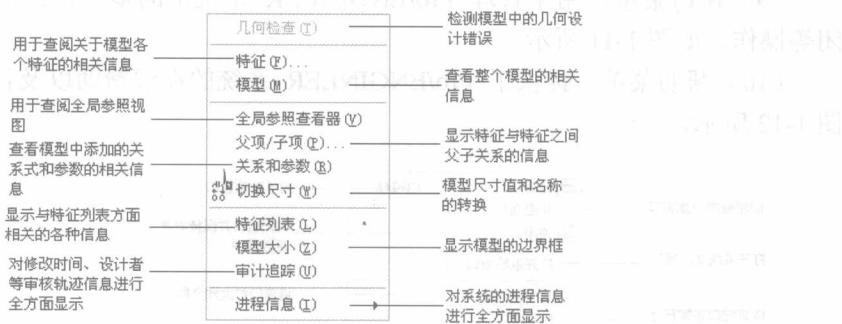

图 1-8 信息菜单
(6) 信息菜单：用来查阅有关模型设计技术方面的信息，包括几何检查、特征和模型等操作，如图 1-8 所示。